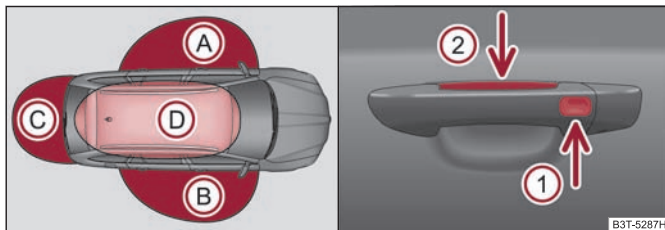

Fig. 4 KESSY: definizione dei settori e sbloccaggio / bloccaggio del veicolo
- Sensore sul lato esterno della maniglia della porta anteriore ① ⇒ fig. 4 - serve per bloccare il veicolo,
- Sensore sul lato interno della maniglia della porta anteriore ② ⇒ fig. 4 - serve per sbloccare il veicolo. ■
Se nel settore ① o ② ⇒ fig. 4 del veicolo è presente una chiave con comando a distanza valida, è possibile sbloccare la porta di questo settore. Quindi se la chiave si trova nel settore ① è possibile sbloccare la porta anteriore sinistra. Se la chiave valida si trova nel settore ②, è possibile sbloccare il portellone.
- Afferrare la maniglia della porta anteriore oppure coprire il sensore ② ⇒ fig. 4, con tutto il palmo della mano; il veicolo si sblocca.
Dopo aver bloccato il veicolo con il sensore ① ⇒ fig. 4 per 2 secondi non è possibile sbloccare il veicolo con il sensore ②. In questo modo è possibile verificare se il veicolo è bloccato tirando la maniglia.
Se il veicolo non viene sbloccato entro 60 secondi, i sensori ① e ② ⇒ pag. 3, fig. 4 nella maniglia della porta passeggero anteriore vengono automaticamente disattivati. Per una nuova attivazione deve essere soddisfatta una delle seguenti condizioni:
- sbloccaggio della porta del conducente mediante il sensore ② ⇒ pag. 3, fig. 4,
Se il veicolo non viene sbloccato entro 90 secondi, i sensori ① e ② ⇒ pag. 3, fig. 4 nella maniglia della porta conducente vengono automaticamente disattivati. Per una nuova attivazione deve essere soddisfatta una delle seguenti condizioni:
Se durante il bloccaggio del veicolo si tiene il dito sul sensore ① ⇒ pag. 3, fig. 4 per oltre 2 secondi, i finestrini aperti e il tetto scorrevole panoramico, se aperto, vengono chiusi. Rilasciando il sensore ① la procedura di chiusura viene interrotta. Se si tocca nuovamente il sensore ①, la procedura di chiusura dei finestrini e del tetto scorrevole panoramico riprende.